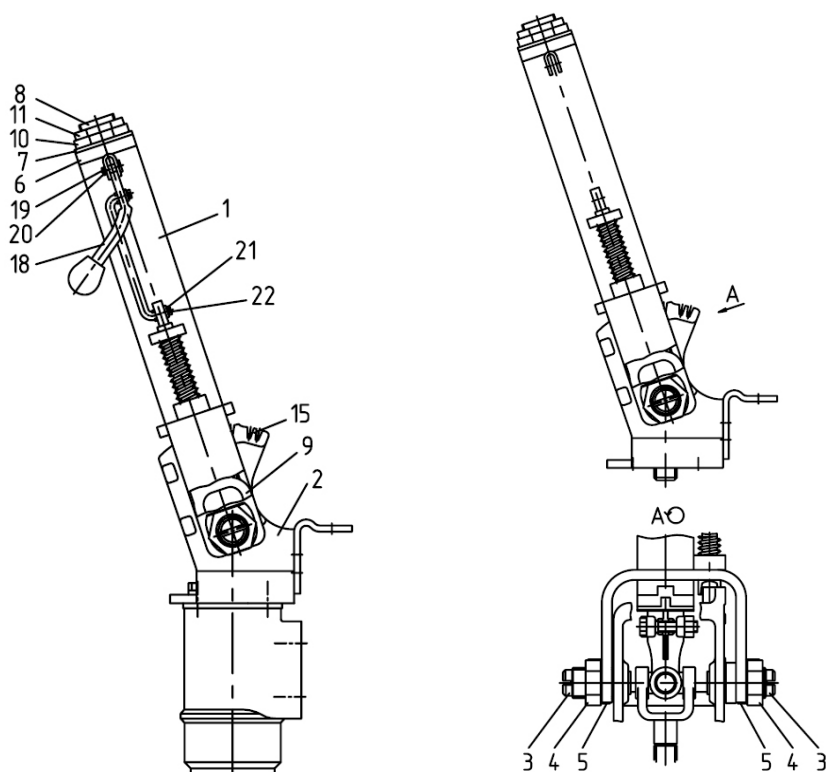
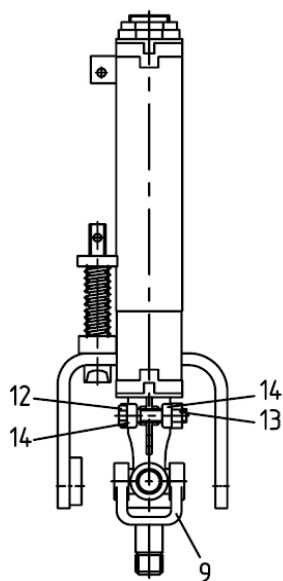
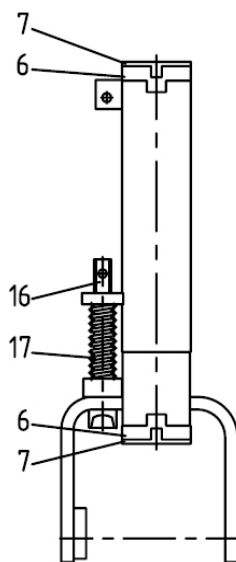
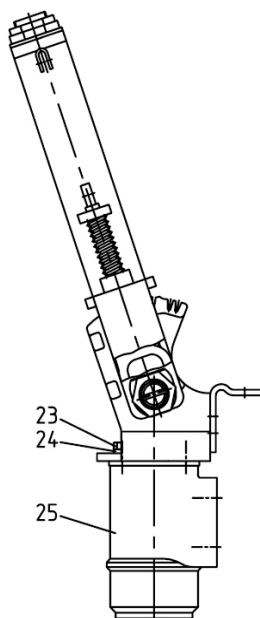

Рисунок 7.22
Рисунок 7.23
Рисунок 7.24
Рисунок 7.25
Рулевая колонка трактора реверсивного поста управления состоит из трубы 1, (рисунок 7.22), и кронштейна 2, которые закреплены винтами 3, гайками 4 и шайбами 5.
В трубе 1, в амортизаторах 6 на полиамидных втулках 7 установлен вал 8 с жестко закрепленным на нем карданом 9. Аналогично рулевой колонки переднего хода хвостовик со штифтом может максимально перемещаться в продольных пазах вала 8, обеспечивая регулировку рулевого колеса по высоте. Вал 8, фиксируется гайкой 10 с контргайкой 11. Кардан 9 жестко закреплен на валу 8 с помощью болта 12 (рисунок 7.23) гайки 13 и шайб 14.
Угол наклона рулевой колонки и колеса ступенчато регулируется с помощью зубчатого сектора 15 (рисунок 7.22), выполненного заодно с кронштейном 2 трубы 1 и фиксатора 16 (рисунок 7.24) с пружиной 17 и рычагом управления 18 (рисунок 7.22).
- а) закрепите рулевую колонку за кронштейн 2 (рисунок 7.22) в тисках;
- б) демонтируйте шпильки 19 и 22 (рисунок 7.22), шайбу 21, извлеките палец 20 и снимите рычаг 18;
- в) отверните болты 23 (рисунок 7.25) и выньте их вместе с шайбами 24, после чего снимите насос-дозатор 25;
- г) отогните шайбы 5 (рисунок 7.22);
- ж) отогните стопорную шайбу 14 (рисунок 7.23) со стороны гайки 13;
- л) вытяните вал 8 (рисунок 7.22) вместе с гайкой 10 и контргайкой 11;
- о) выньте фиксатор 16 (рисунок 7.24) и снимите пружину 17.
- а) закрепите кронштейн 2 (рисунок 7.22) в тиски;
- б) установите между кронштейном ивилкой трубы 1 пружину 17 (рисунок 7.24) и, смазав поверхности трения смазкой «Литол-24», вставьте фиксатор 16;
- в) установите в трубу 1 (рисунок 7.22) с её верхнего торца амортизатор 6 до упора, затем смажьте смазкой «Литол-24» внутреннюю поверхность полиамидной втулки 7 и вставьте ее в амортизатор до упора буртиков;
- ж) установите на вал 8 (рисунок 7.22) со стороны сегментной шпонки, кардан 9 и совместив отверстие в его вилке с прорезью вала, вставьте болт 12 (рисунок 7.23) с шайбой 14 в отверстие вилки кардана, накиньте на болт вторую шайбу 14;
- и) подтяните до упора вверх вал 8 (рисунок 7.22) за кардан 9;
- л) совместите оси отверстий вилки трубы 1 и кронштейна 2, при этом шип фиксатора 16 (рисунок 7.24) должен войти во впадину сектора 15;
- м) вкрутите до упора винты 3 (рисунок 7.22) в вилки кронштейна 2, накиньте на винты шайбы 5 и навинтите гайки 4 на 3-4 оборота;
- н) соедините насос-дозатор 25 (рисунок 7.25) с кронштейном 2 (рисунок 7.22) и закрепите его болтами 23 (рисунок 7.25) с шайбами 24;
- о) установите рычаг 18 (рисунок 7.22) с помощью пальца 20, шайбы 21 и шплинтов 19 и 22;
- п) установите рулевую колонку на трактор и при работающем двигателе отрегулируйте соосность вала 8 и золотника насоса-дозатора 25 (рисунок 7.25) перемещением кронштейна 2 (рисунок 7.22), относительно вилок трубы 10, вкручивая и выкручивая винты 3 вправо или влево;